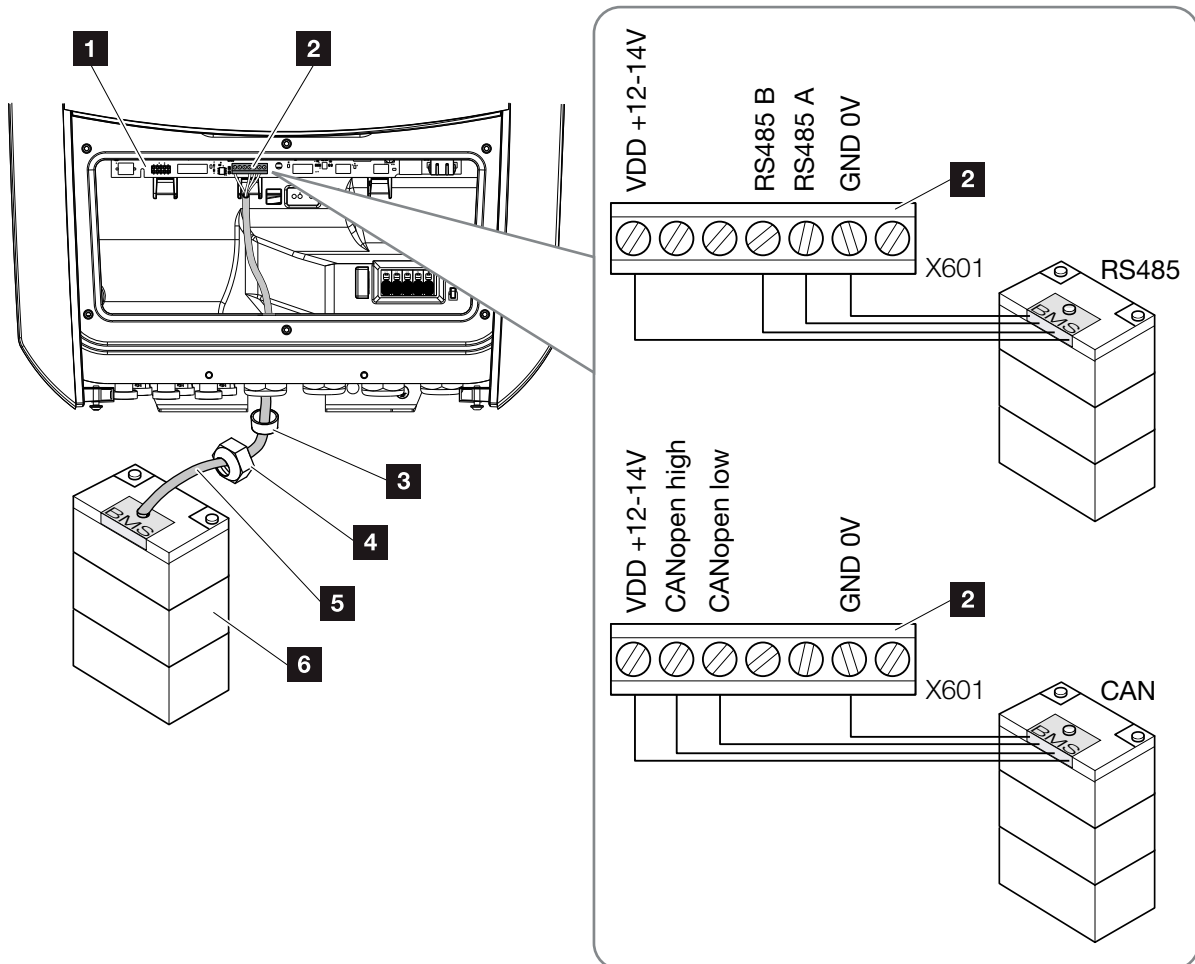

Abb. 36: Anschluss Batterie Kommunikation RS485 oder CAN
3. Das Kommunikationskabel (RS485 oder CAN) an die Kommunikationsschnittstelle des Smart Communication Boards anschließen.  **Abb. 36 Pos. 2**